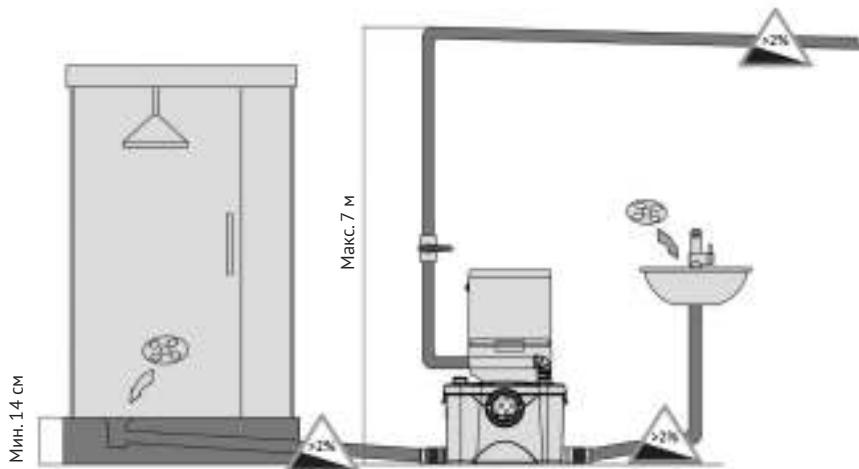

Рисунок 6 – подключение сантехнических приборов и напорного трубопровода к КНС
Диаметр канализационных труб, использующихся для отвода стоков от сантехнических приборов, должен быть не менее диаметра боковых входов (40 мм). Горизонтальные участки труб в сторону насосной станции должны иметь уклон не менее 2 %. При присоединении к станции душевой кабины, расстояние от сливного отверстия поддона кабины до поверхности, на которой установлена станция, должно быть не менее 14 см (см. рисунок 6).
Рекомендуется выполнять соединения на трубопроводе неразъемными, что повысить надежность системы. Важно также предусмотреть шаровой запорный кран на напорном трубопроводе, чтобы упростить процесс обслуживания и демонтажа КНС (см. рисунок 6).
- горизонтальные участки должны иметь уклон не менее 2 %, т.е. на каждый метр по горизонтали трубы поднимаются на 2 см по вертикали (см. рисунок 6);